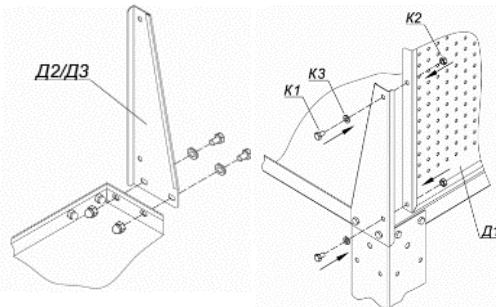

Рис. 5 Схема сборки экрана для МЛОС-010011
- установить кронштейны экрана (Д2, Д3) к изделию (Рис. 5) при помощи имеющегося метиза в базовой комплектации;
- установить (Рис. 5) экран перфорированный (Д1) к кронштейнам (Д2, Д3) с помощью метиза (К1, К2, К3).